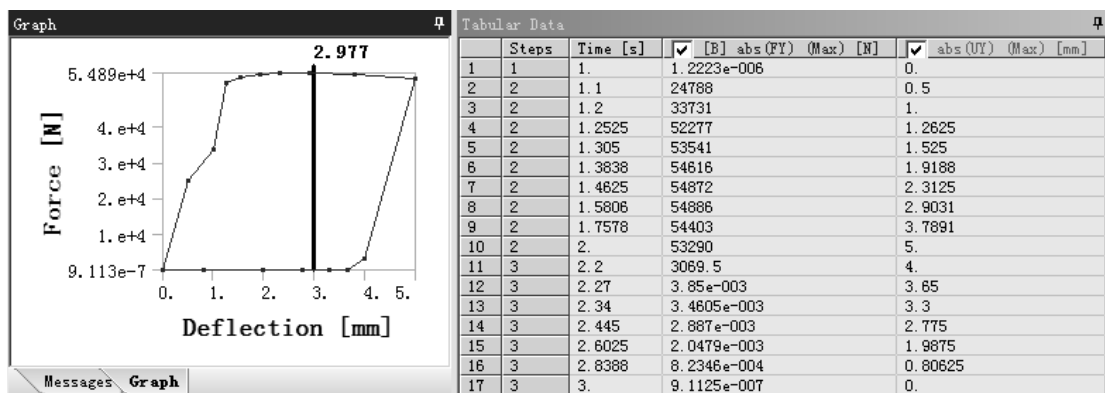

图 9.7.39 FY 与 UY (力与位移) 之间的关系图表
(1) 定义图表设置。(注:本步的详细操作过程请参见随书光盘中 video\ch09.07\reference\文件下的语音视频讲解文件“nonliner analysis-r06.exe”。)
(2) 查看图表结果。展开“Graph”窗口,观察到FY与UY(力与位移)之间的关系不再是线性关系,如图9.7.39所示。